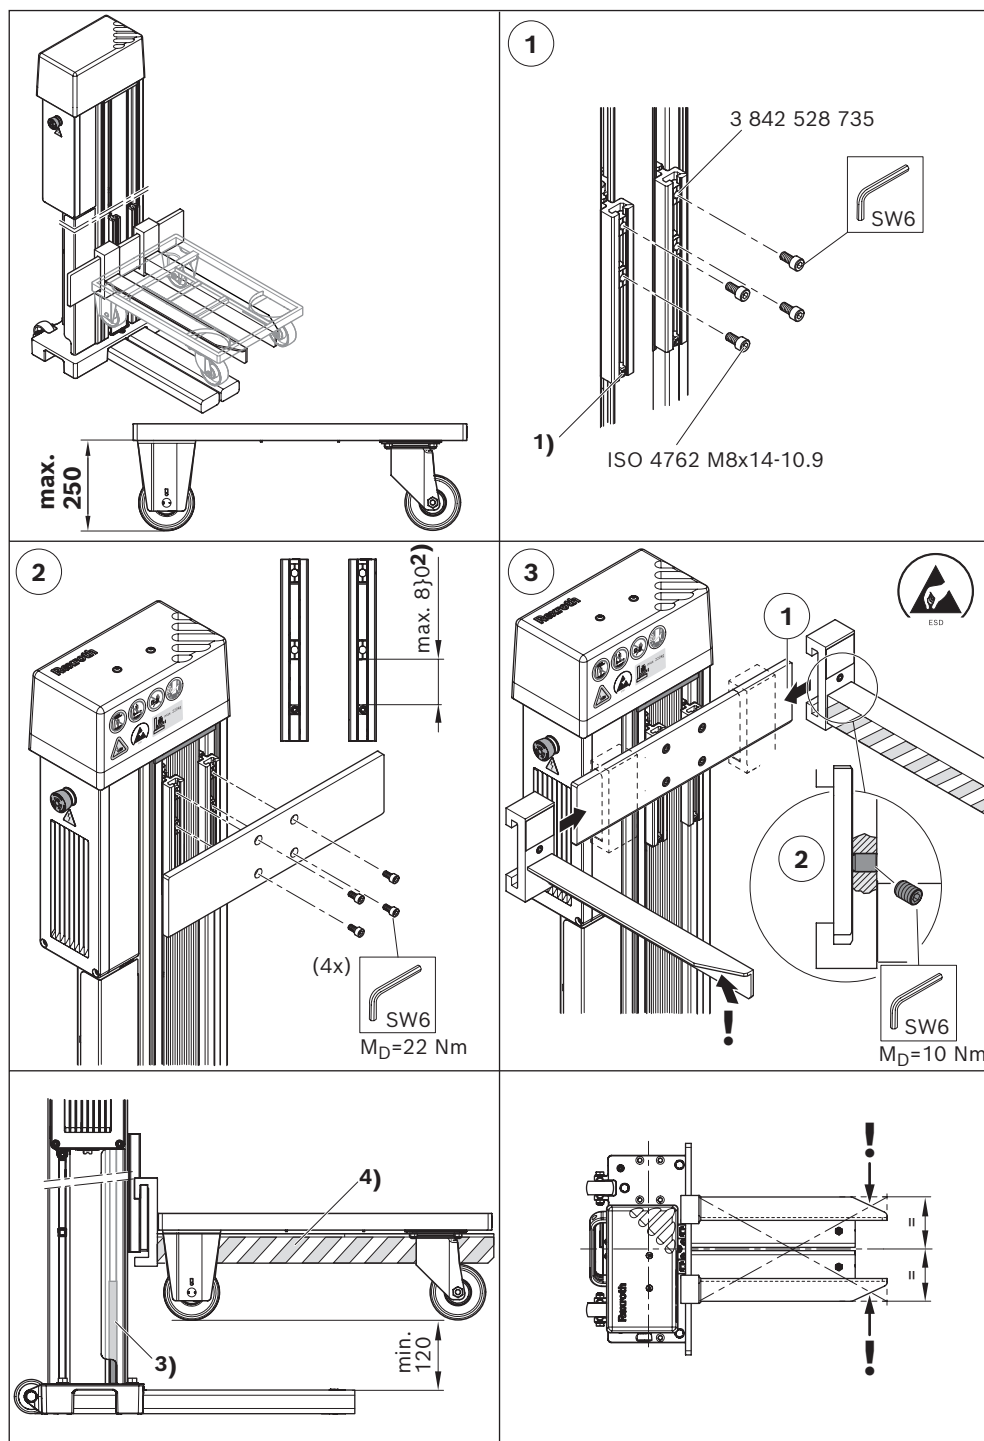

Fig. 19 : Montage plaque d'ancrage, fourches pour support roulant avec 250 mm max. d'espace au sol
- Support roulant avec 250 mm max. d'espace au sol (voir Fig. 19)